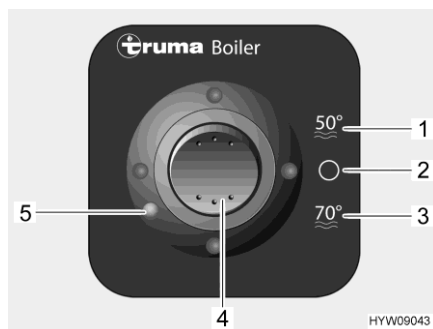
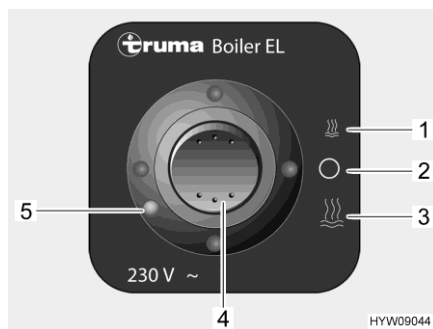

Bild 85 Kontrollenhet för gasdrift (varmvattenberedare Truma)
Bild 86 Kontrollenhet för 230 V-drift (varmvattenberedare Truma)
- Ställ in vippknappen (Bild 85,4) på "50 °C" (Bild 85,1) eller på "70 °C" (Bild 85,3).
- Ställ in vippknappen (Bild 85,4) på "0" (Bild 85,2).
- ▷ När det förekommer någon störning, lyser kontrollampan (Bild 85,5) röd.
- Ställ in vippknappen (Bild 86,4) på låg effekt (Bild 86,1) eller på hög effekt (Bild 86,3).
- Ställ in vippknappen (Bild 86,4) på "0" (Bild 86,2).
- ▷ När det förekommer någon störning, lyser kontrollampan (Bild 86,5) röd.
- Ställ båda vippknapparna (Bild 85,4 och Bild 86,4) på "0".
- ▷ När en störning förekommer lyser kontrollamporna (Bild 85,5 och Bild 86,5) rött.
- Ställ vippknappen för gasdrift (Bild 85,4) och/eller vippknappen för 230 V-drift (Bild 86,4) på "0".